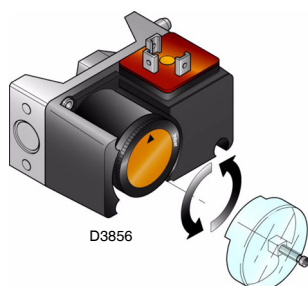

Abb. 24
- Regeln Sie den Maximal-Gasdruckwächter (Abb. 24) auf das Skalenende.